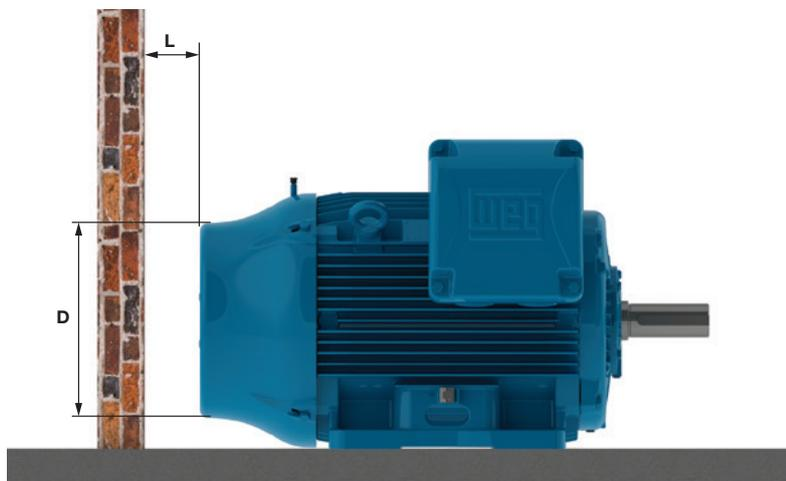

图7.1 - 与墙壁的最小间隙
- 确保进气口和出气口未阻塞。到最近壁(L)的最小间隙至少应为风扇罩直径(D)的1/4,请参见图7.1。进气温度必须为环境温度。